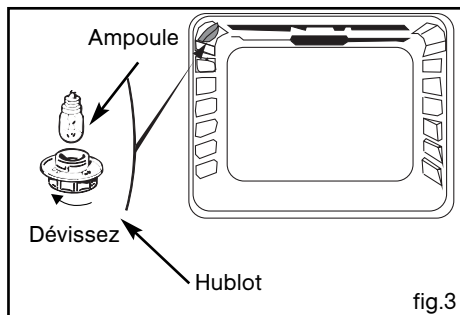

fig.3
**A l'intérieur du four (fig.3)**
- b) Dévissez le hublot (fig.3).